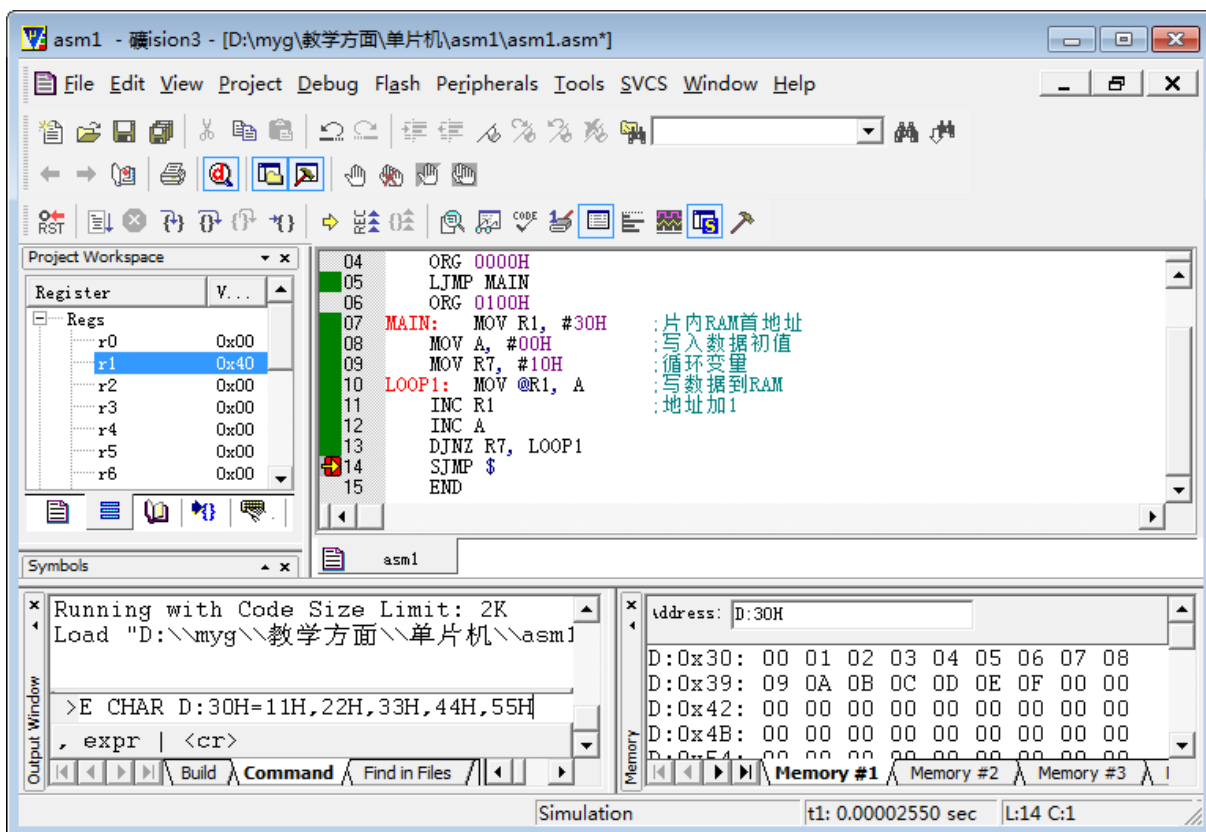
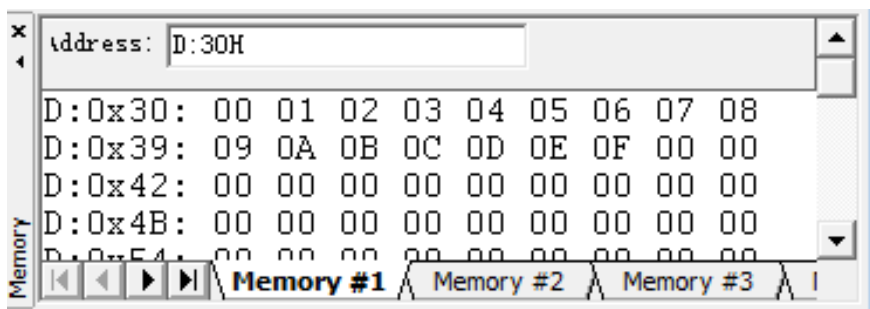
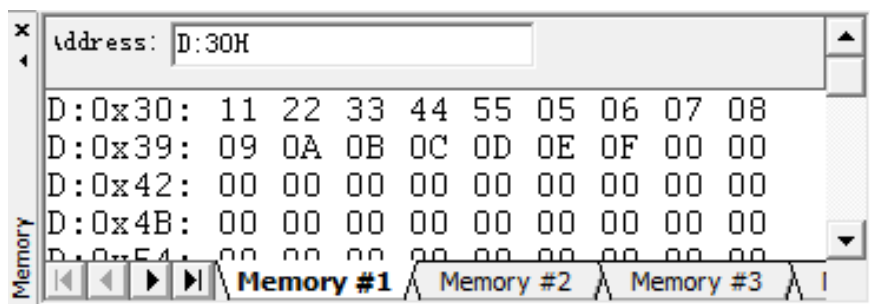

图2-1-12 调试界面
图2-1-13 运行程序后存储器窗口
图2-1-14 修改存储器内容
(1) 打开系统板的电源，给系统复位后点击  调试命令（注：每次进入调试状态前确保系统复位正常），将程序下载到单片机的FLASH 中，此时出现如图2-1-12 所示调试界面。
(2) 点击  命令，可以打开存储器观察窗口，在存储器观察窗口的‘Address:’栏中输入D:30H（或0x30）则显示片内RAM30H 后的内容，如图2-1-12 所示。如果输入‘C:’表示显示代码存储器的内容，‘I:’表示显示内部间接寻址RAM 的内容，‘X:’表示显示外部数据存储器中的内容。
(3) 将光标移到SJMP \$语句行，点击  命令，在此行设置断点。
(4) 接下来点击  命令，运行实验程序，当程序遇到断点后，程序停止运行，观察存储器中的内容，如图2-1-13 所示，验证程序功能。
(5) 如图2-1-12 所示，在命令行中输入 ‘E CHAR D:30H=11H, 22H, 33H, 44H, 55H’ 后回车，便可以改变存储器中多个单元的内容，如图2-1-14 所示。